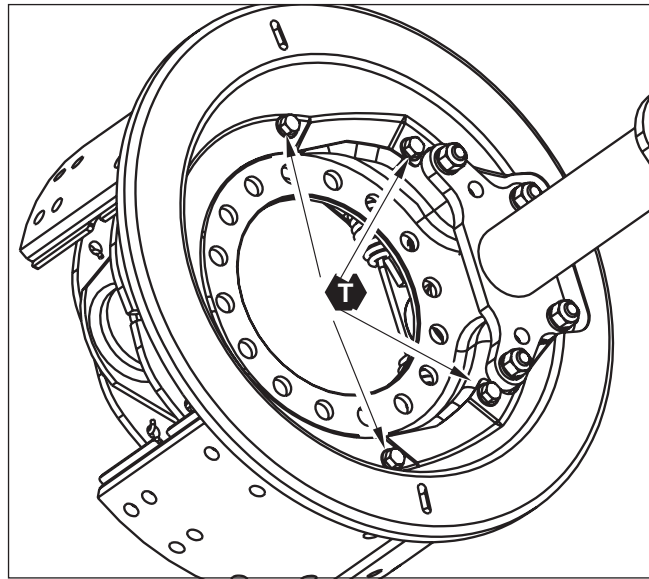

Figure 32 – Tous les modèles 165-XX
1. Enlever s'il y a lieu les vis et la goupille. Enlever toutes les vis de fixation de la tôle au porte-segments (4 à 6 vis, selon le modèle). Cf. Figure 32.